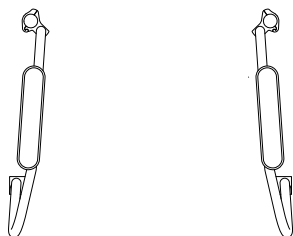

fig. 13
5. Hvis klemmeanordningerne anbringes mere mod midten, reduceres den bageste sædebredde (fig. 13).